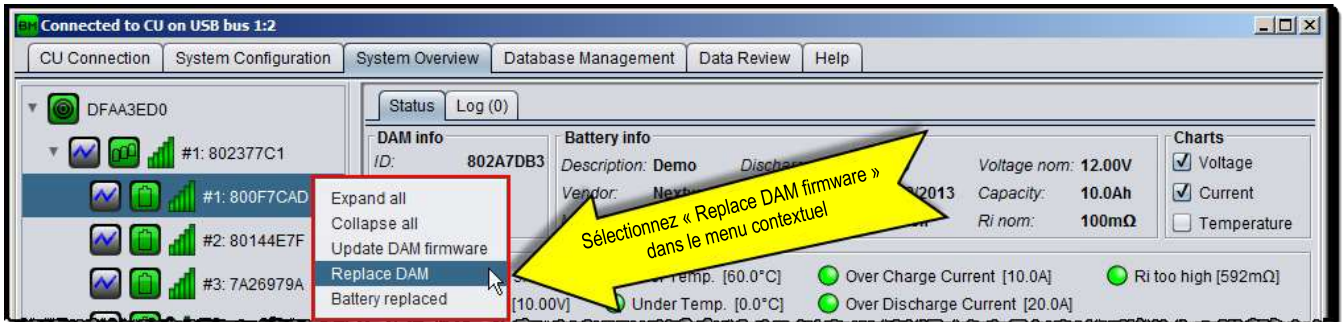

Figure 42 : Remplacement d'un DAM
1. Cliquez avec le bouton droit de la souris sur l'icône de la batterie pour afficher le menu contextuel comme illustré à la Figure 42.